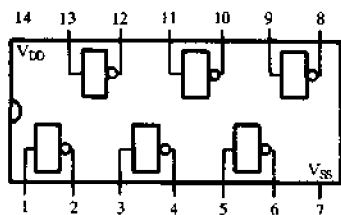

图 4-252 CD4069 引脚排列
CD4096 是 4000 系列 CMOS 数字集成电路中功能最简单但应用较广泛的一种集成电路。它包含有 6 个相互独立的反相器(也称“非门”)。CD4069 采用 14 脚双列直插塑封形式,各引脚排列和功能见图 4-252 所示。其中,⑭脚为电源正端,⑦脚为电源负端。工作电压范围为 +3~+18V。每个反相器的输入引脚分别为①、③、⑤、⑨、⑪、⑬,输出引脚分别为②、④、⑥、⑧、⑩、⑫。